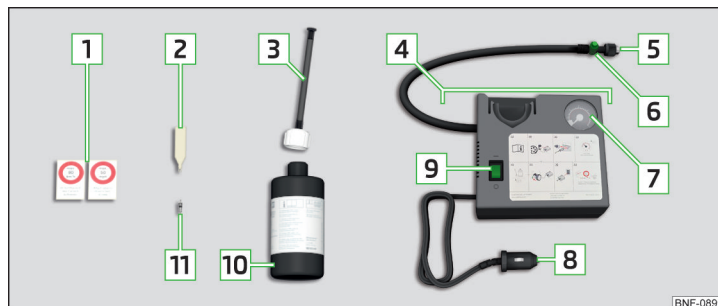

Abb. 333 Pannensetbeschreibung
- › Den Ventileinsatzdreher **2** » Abb. 333 auf Seite 301 auf den Ventileinsatz stecken, sodass der Ventileinsatz in den Schlitz des Ventileinsatzdrehers passt.
- › Den Reifenfüllschlauch **5** » Abb. 333 auf Seite 301 fest auf das Reifenventil schrauben.